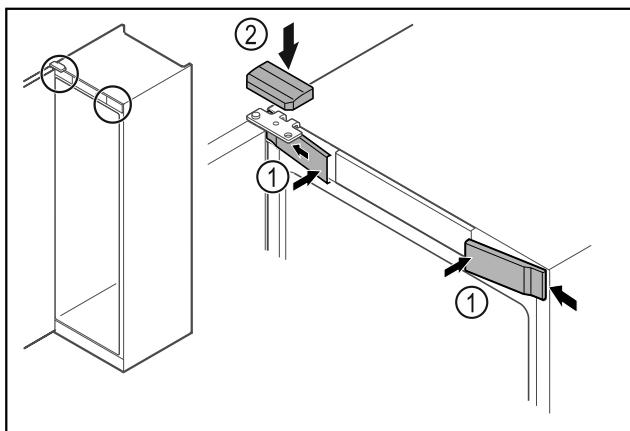

Fig. 63
► 从侧部挂入前盖板 Fig. 63 (1)并将其卡紧。
► 从上方卡紧上盖板 Fig. 63 (2)。